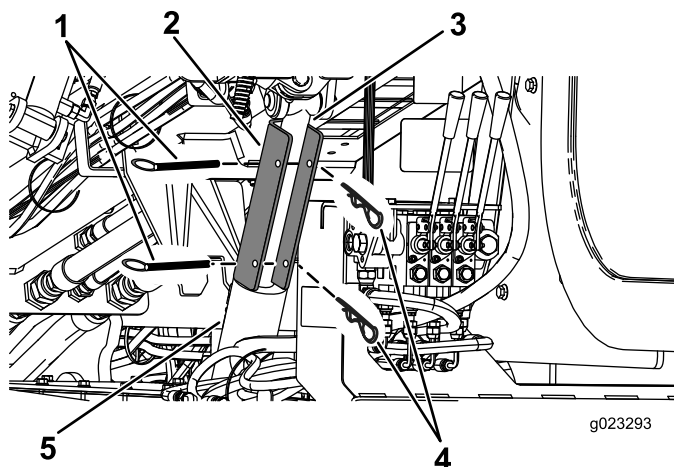

Рисунок 62
4. Установите замок на шток гидроцилиндра (Рисунок 62).
5. Закрепите замок гидроцилиндра посредством штифта с головкой и шплинта (Рисунок 62).
4. Снимите штифт с головкой и шплинт, закрепляющие замок гидроцилиндра (Рисунок 62).